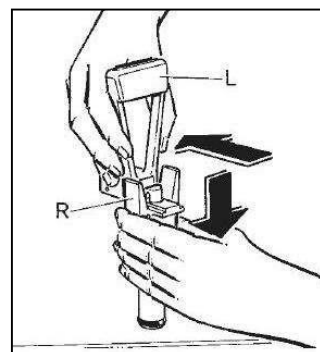

Fig. 13
-Démonter le robinet en maintenant le corps L vers le bas et en retirant le levier R de son emplacement (voir fig.13).